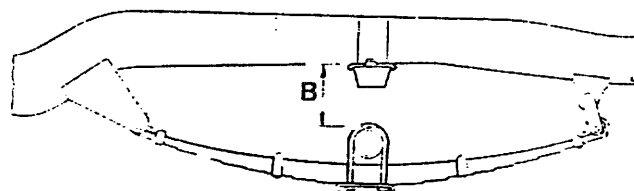

Fig. 5B.4-6
Apriete el bulón de las gemelas (11) y las contratuerzas (10) (Fig. 5B.4-3) al par especificado. Por la parte delantera, apriete la tuerca (9) del bulón (Fig. 5B.4-3) al mismo par.